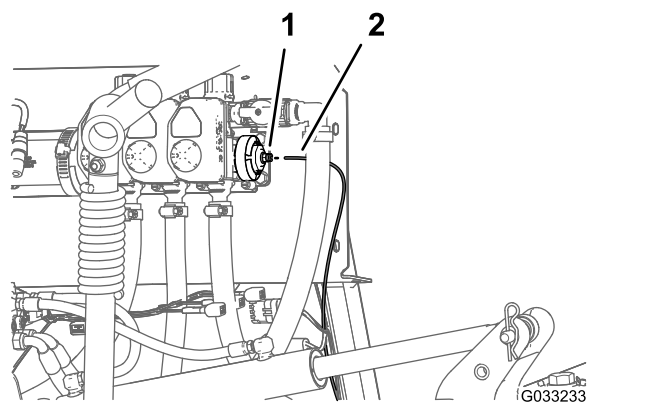

Figura 25
- Pressione o anel no acoplador do tubo no tampão da extremidade da válvula da secção da rampa direita (Figura 25).
- Puxe o tubo sensor de pressão do indicador no painel do acoplador do tubo (Figura 25).